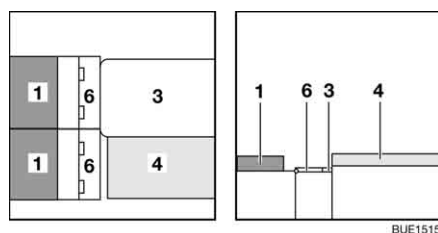

Fig. 138 Pendant la transformation
- Ouvrir les deux couvercles de coffre de banquette (Fig. 138,6) et les poser sur la table et les supports de la banquette.
- Placer les coussins de dossier (Fig. 138,1) sur le coffre de banquette.